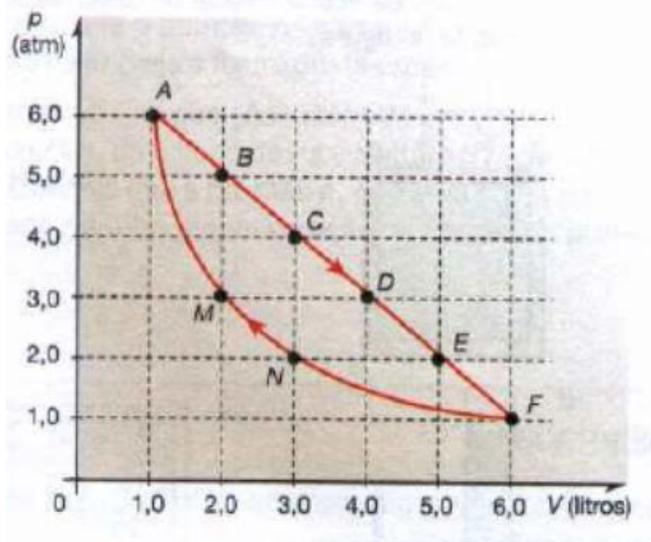

Figura 8.18: Ciclo termodinâmico de um gás, (Fonte: Alvarenga e Máximo, 2013, p. 98)
- A pressão (p) e o volume (V) variam de tal modo que o produto (pV) é constante.
13. Certa amostra de gás ideal passa de um estado A a um estado F por uma transformação termodinâmica ABCDEF e retorna à condição inicial por uma transformação FNMA, conforme figura 8.18. É correto afirmar que: